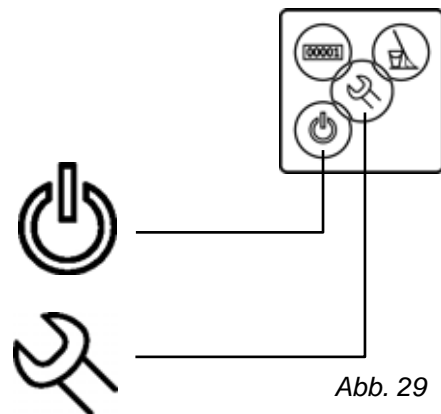

Abb. 29
7.7 Manuelle Blockierung in der Ausgabe (Abb. 29)